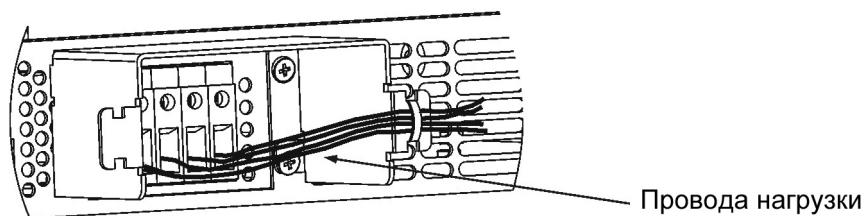

Рис.3-9: Сборка защитного кожуха и проводов
6. Закрепите провода на одной из сторон экрана, используя кабельную стяжку TY-wgar или аналогичную. Смотрите Рис.3-9.